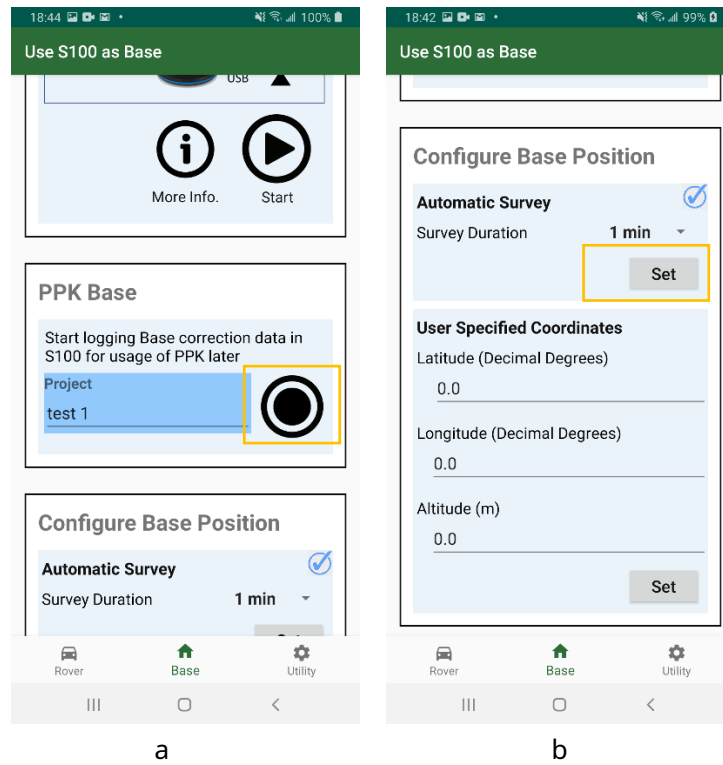

Figura A-2
1. Configure la base RTK móvil para registrar datos y cargarlos posteriormente en el servicio PPP en línea para obtener la posición base precisa. Consulte la Figura A-2 a.
2. Configure la base RTK móvil para que funcione con el móvil RTK, con la base en una posición aproximada **PAGo.PAGo** Puede ser una posición aproximada encuestada automática de 1 minuto. Consulte la Figura A-2 b.